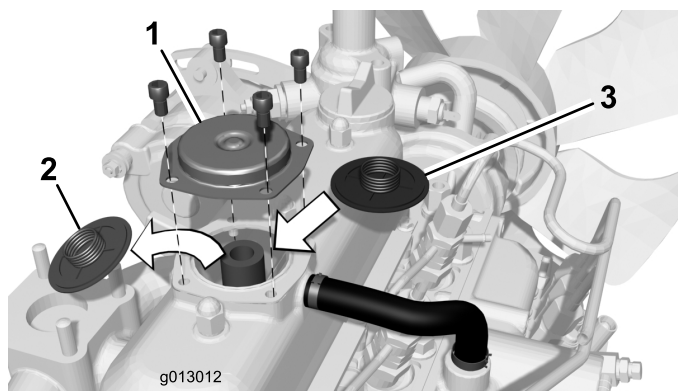
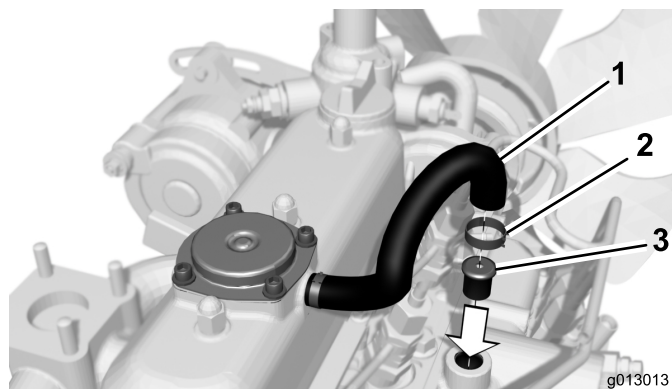

Figura 1
Figura 2
3. Pulite da qualsiasi detrito il coperchio dello sfiatatoio sulla calotta della valvola e l'area attorno al medesimo (Figura 1).
4. Rimuovete le (4) viti che fissano il coperchio dello sfiatatoio alla calotta della valvola (Figura 1). Rimuovete il coperchio dello sfiatatoio.
Importante: Per impedire che elementi contaminanti entrino nel motore, eliminate qualsiasi detrito dalla valvola di sfogo esistente prima di estrarre la medesima dall'apertura nella calotta della valvola (Figura 1).
5. Estraete la valvola di sfogo esistente dall'apertura nella calotta della valvola (Figura 1).
6. Montate una valvola di sfogo nuova, rimontate il coperchio dello sfiatatoio e fissatelo con le (4) viti rimosse in precedenza.
7. Eliminate qualsiasi detrito da e attorno all'area dove il tubo di sfogo si collega allo sfogo (Figura 2).
8. Rimuovete la fascetta stringitubo che fissa il tubo di sfogo allo sfogo sul collettore di aspirazione (Figura 2). Staccate il tubo dallo sfogo.
9. Inserite l'orifizio di aspirazione nuovo nell'estremità dello sfogo (Figura 2).